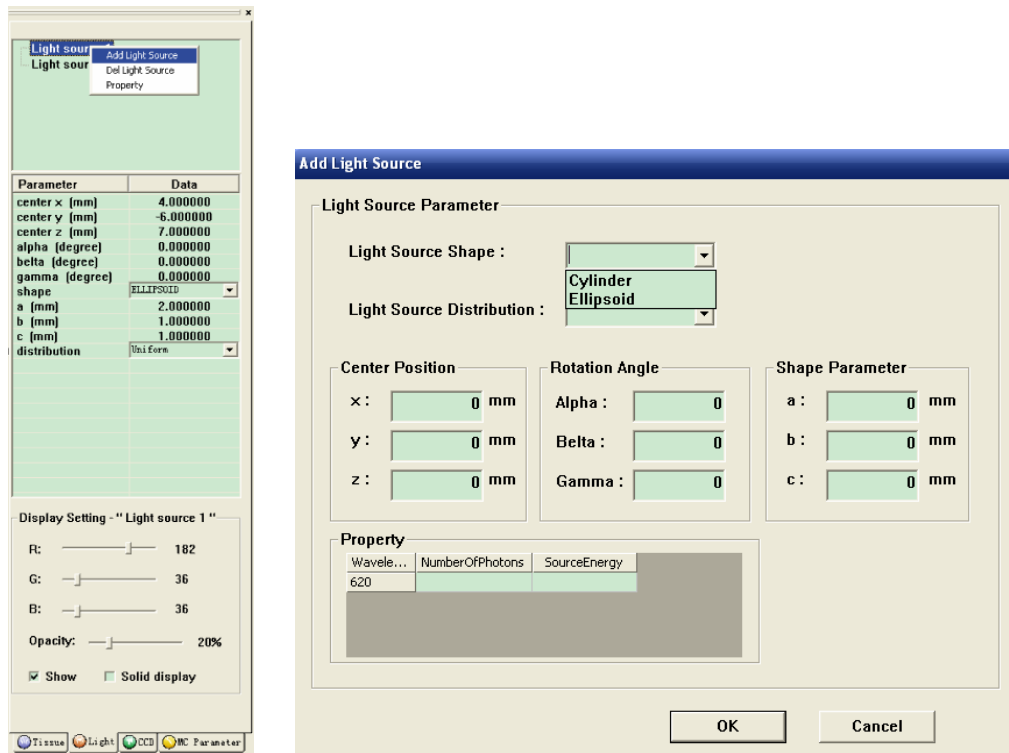

图 12-4. 添加新光源
b. *Light* 列表：上部显示所有光源，点击某光源，下部列表显示其位置信息和形状参数，用户可进行修改。右击光源名称则可添加光源、删除该光源，或修改该光源在各谱段下的光子数及能量分布形式（如图 12-4、12-5、12-6）。